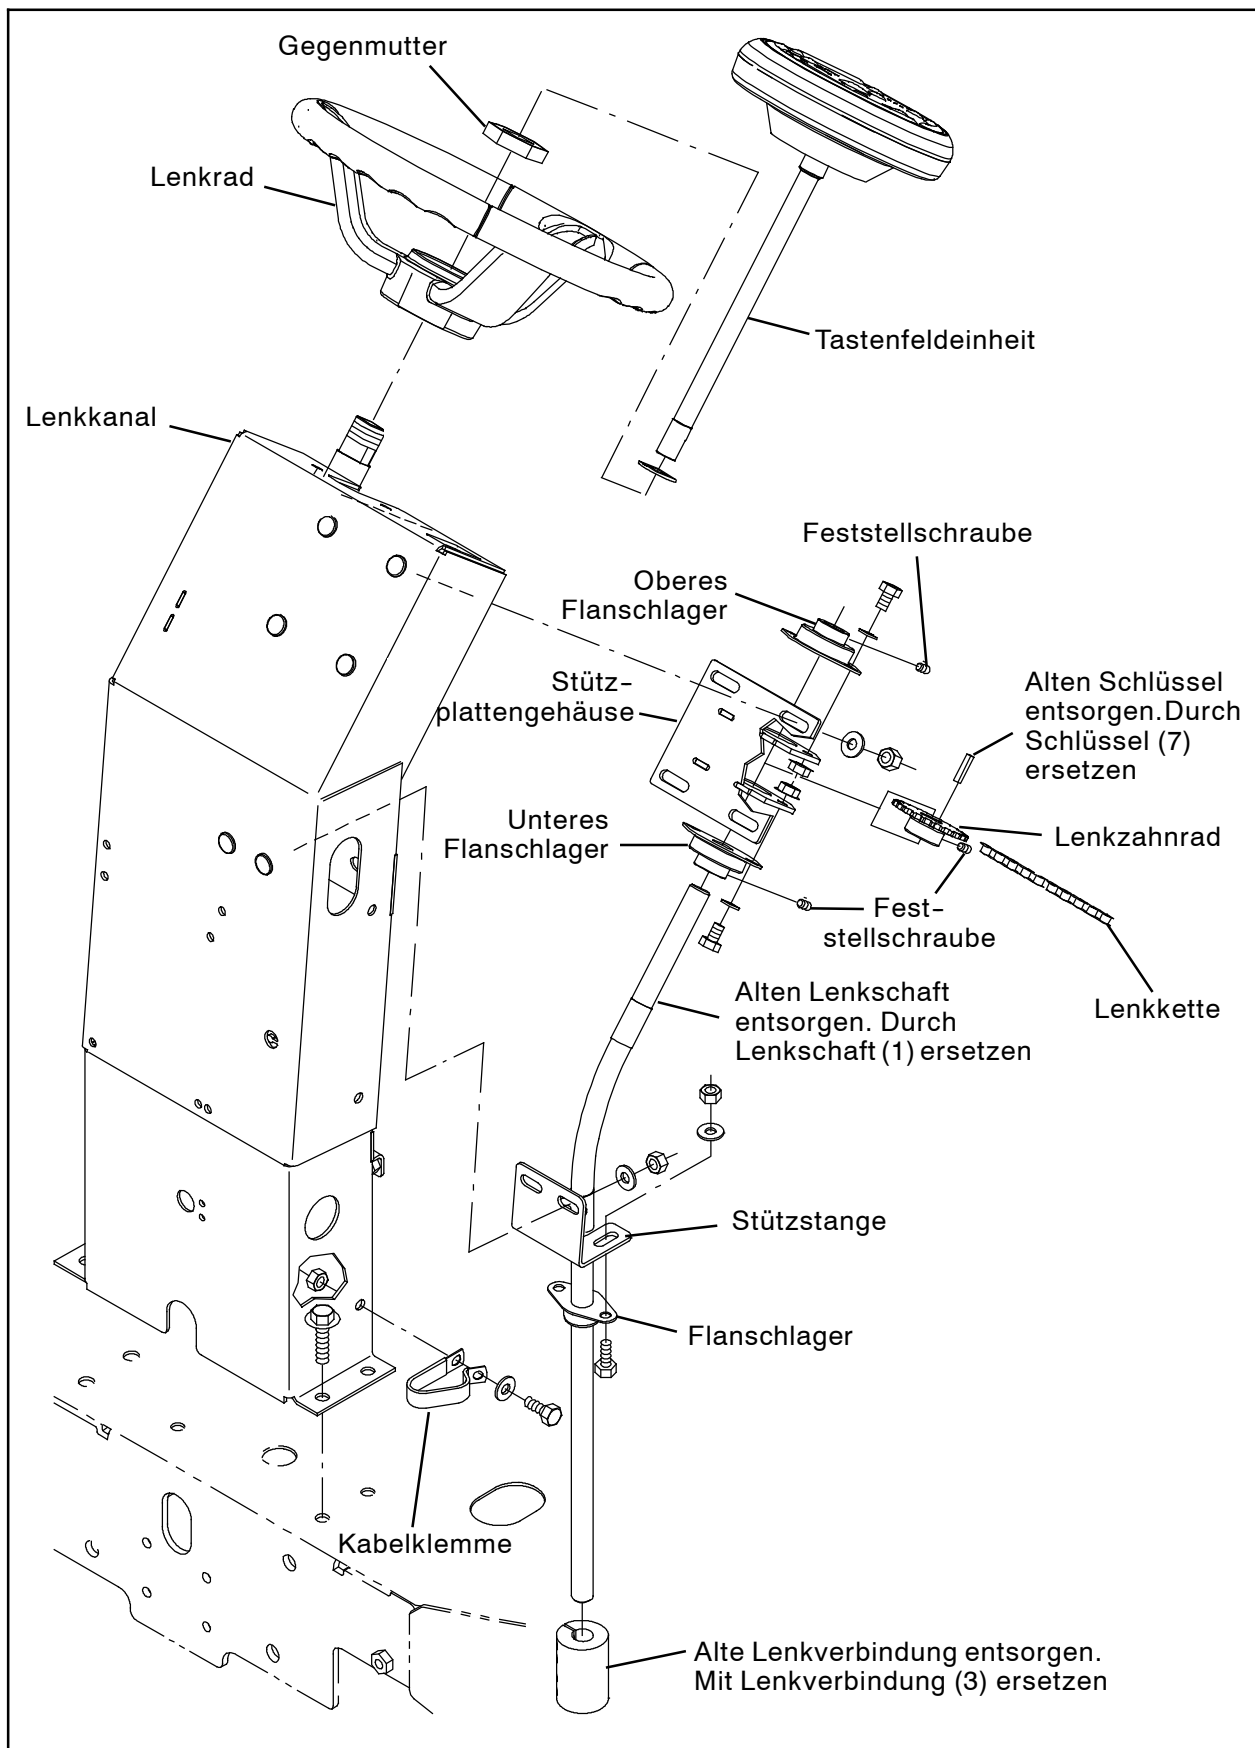
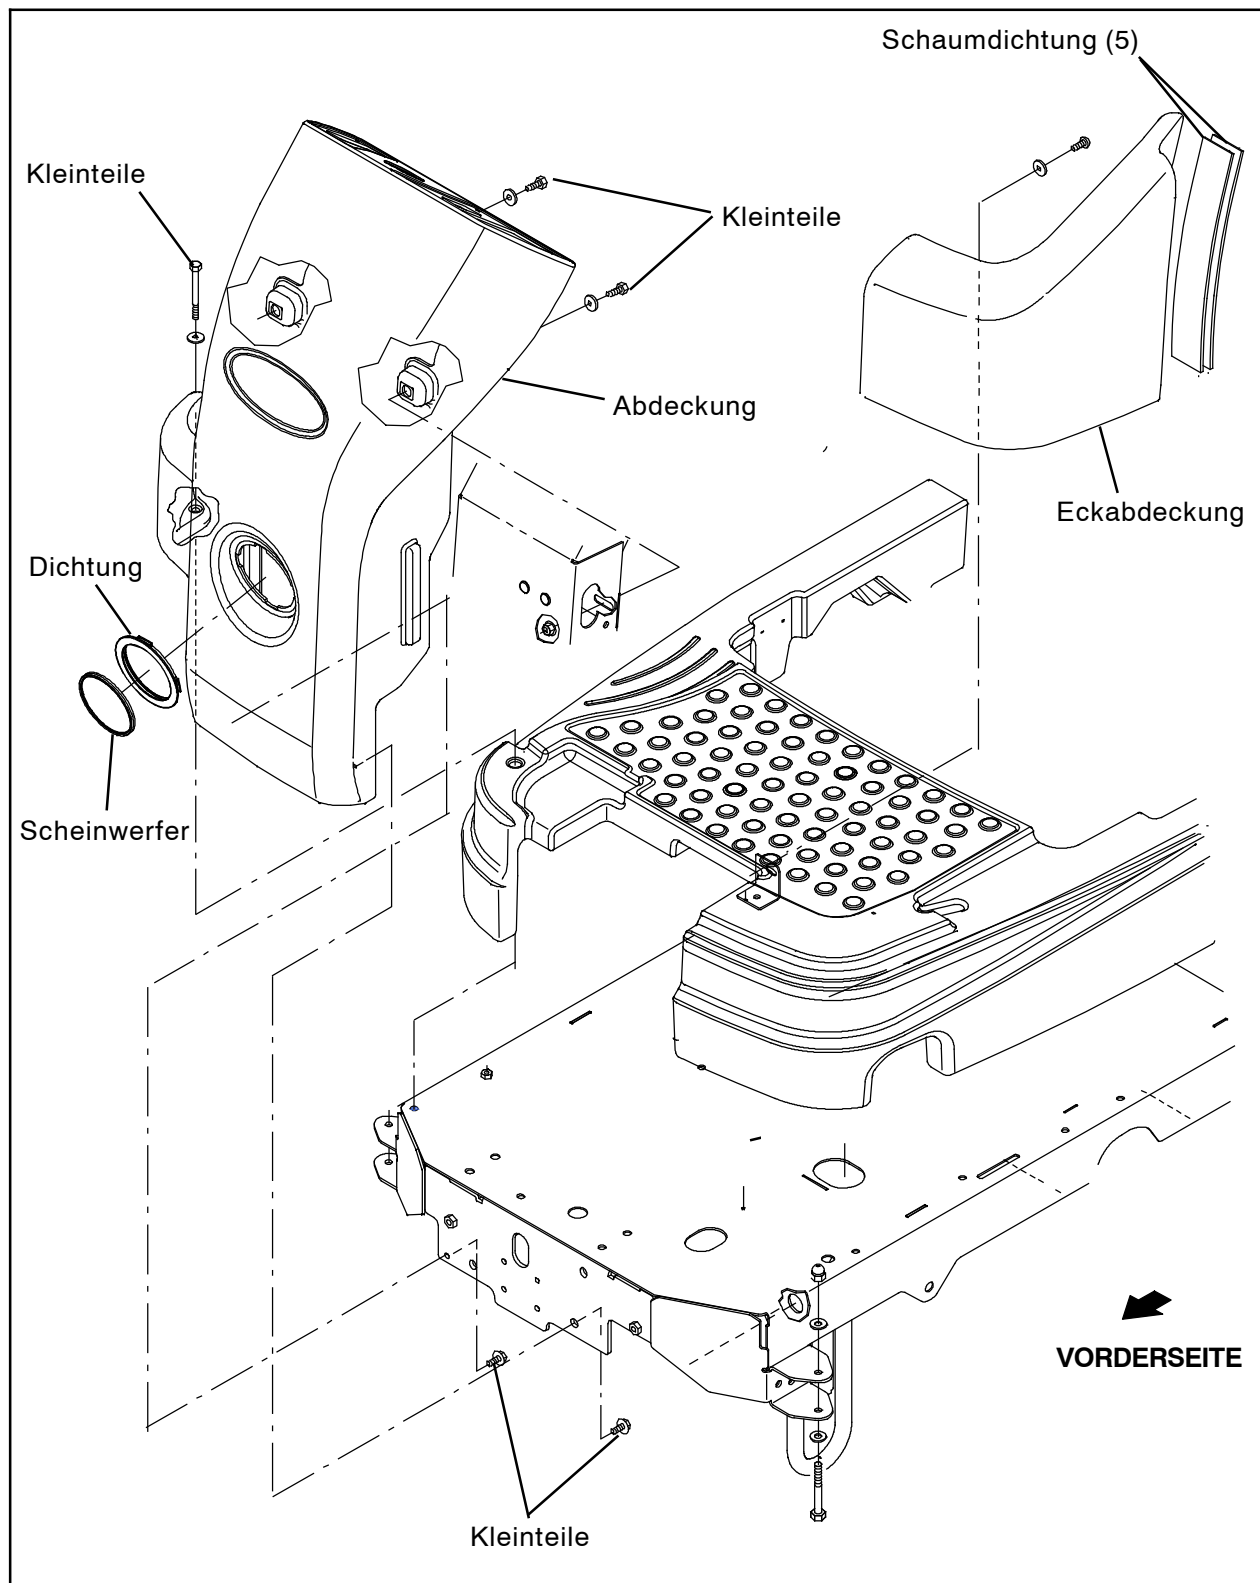
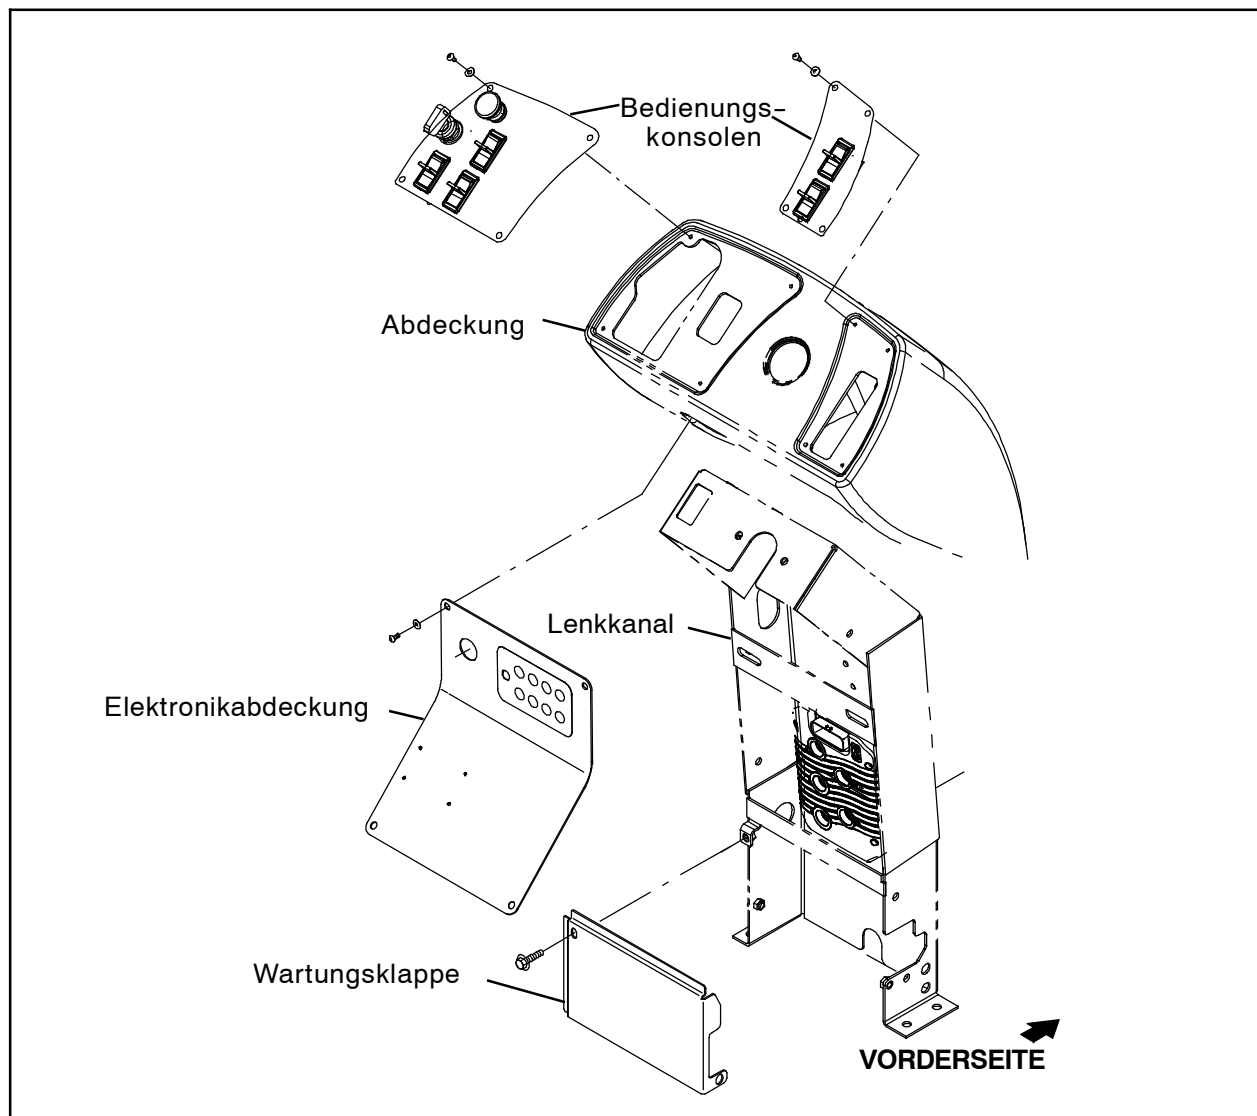

ABB. 54
ABB. 55
ABB. 56
38. Reinigen Sie die Schaumdichtung der Eckabdeckung und des Frischwassertanks. (Abb. 55)
39. Montieren Sie die neuen Schaumdichtungen (5) an den Stellen der alten Schaumdichtungen an der Eckabdeckung und am Frischwassertank. (Abb. 55)
40. Montieren Sie die Eckabdeckung. (Abb. 55)
NOTA: consulte las Fig. 54, Fig. 55 y Fig. 56 para ver el despiece y la ubicación de las piezas en la máquina.